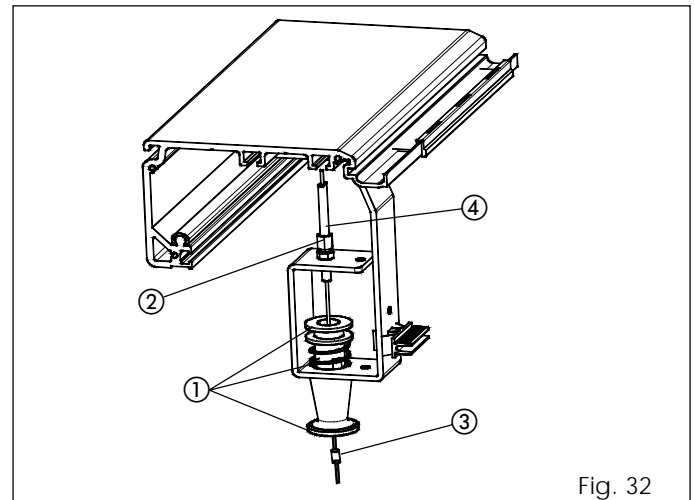

Fig. 32
- Monteer de ontgrendelknop zoals aangegeven op fig. 32 ref. ①.
- Draai de stelschroef vast met de bijbehorende blokkeermoeren aan de binnenkant van de beugel (fig. 32 ref. ②).
desbetreffende schroef (fig. 32 ref. ③).
- Breng de huls van de kabel tegen de stelschroef (fig. 32 ref. ④).